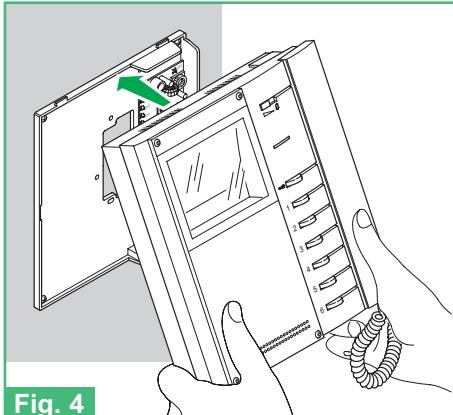

Fig. 4
- Fig. 4** Procedura di aggancio Monitor.
- Fig. 4** Procedure for fixing the monitor to the back plate.
- Fig. 4** Procédure de mise en place du moniteur.
- Fig. 4** Wijze van bevestiging van de monitor.